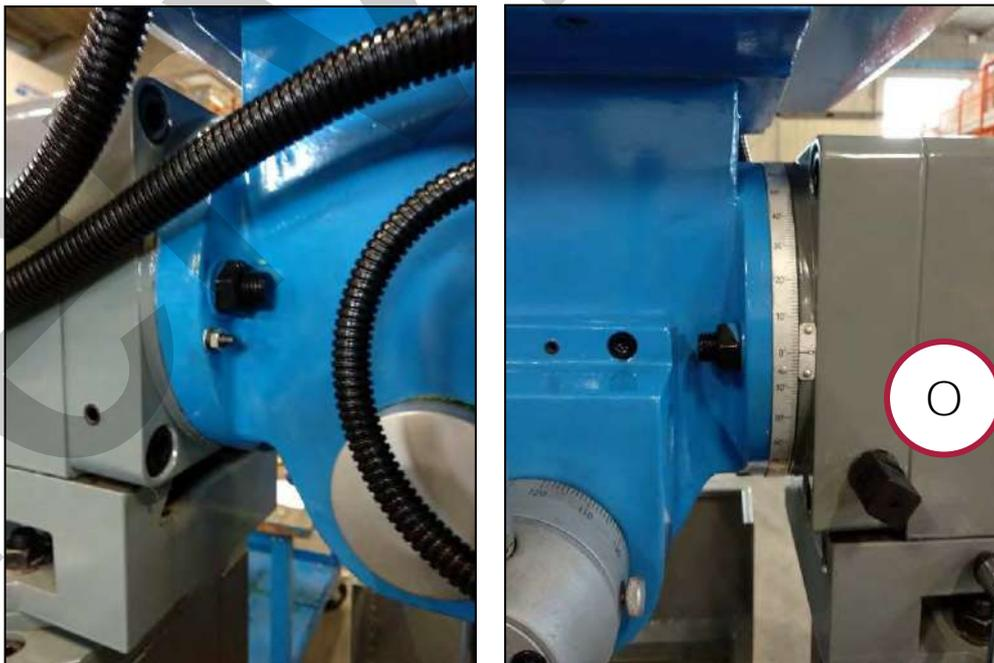

Figura 19 - Viti di fissaggio, perno di centraggio e vite di regolazione inclinazione della testa.
- Agire sulla vite di comando presente sul corpo fresa (Rif. O in Figura 19).